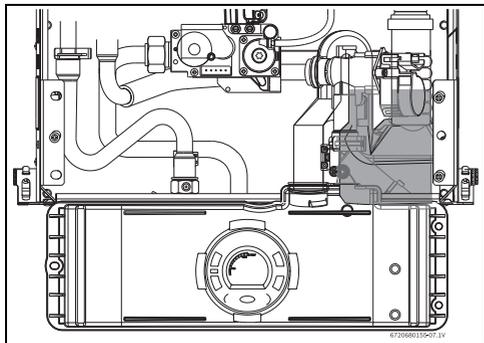

Fig. 57
- ▶ Mettre le boîtier électronique en position "Maintenance", en emboîtant les ailettes dans les trous situés sur la tôle métallique inférieure du caisson étanche (Fig.57).
- ▶ Vérifier le niveau d'eau dans le siphon (Fig. 57).